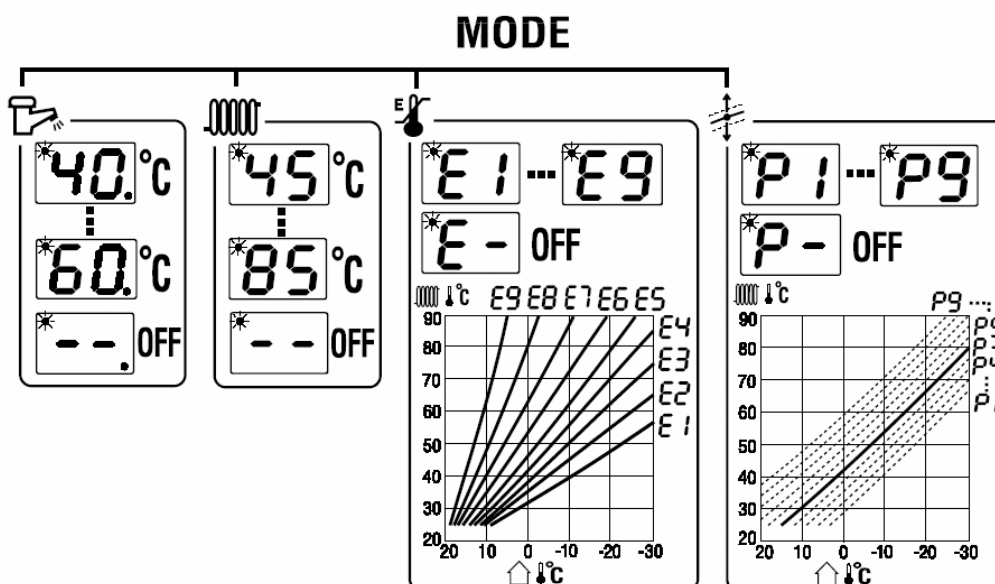

Рис. 3 – Графік еквітермічних кривих
Натисніть кнопку «MODE» – на дисплеї буде зображена буква Е з цифрами від 1 до 9 або з тире. Вибір еквітермічної кривої проводиться кнопками (7) (9). Крутизна кривої підвищується з цифрою (E1<E9) див. рис. 3